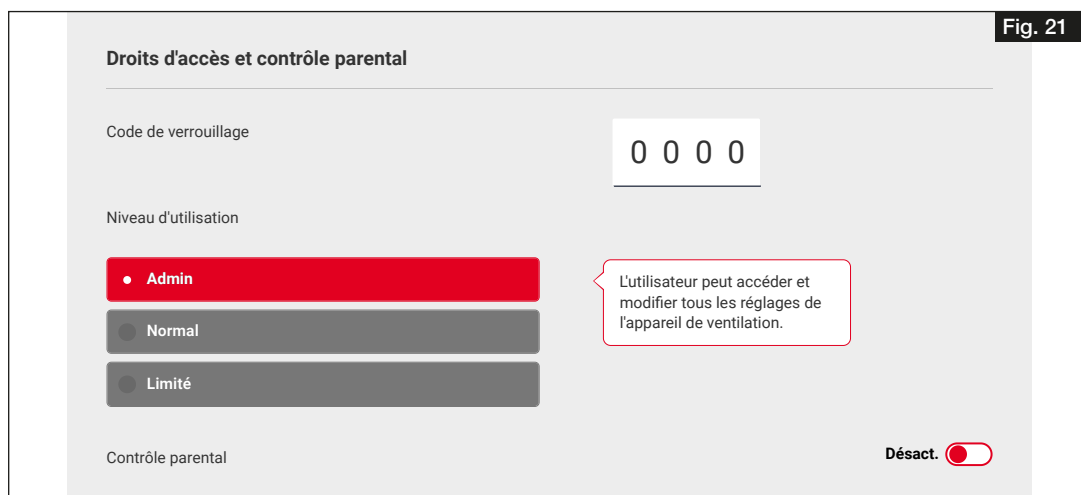

Fig. 21
1. Effectuer les réglages pour les droits d'accès et la sécurité enfants, puis cliquer sur « Suivant ». (voir Fig. 21).